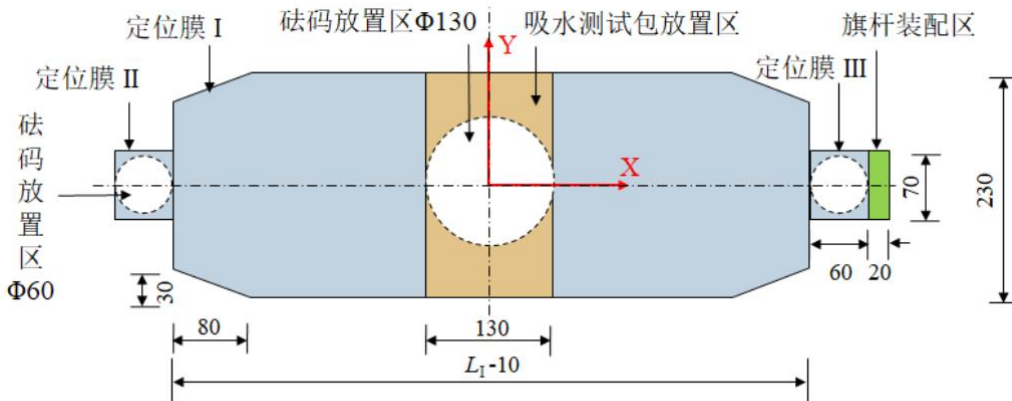

图 13 定位膜及旗杆装配底座区域（单位：mm）
定位膜及旗杆安装底座区域如图 13 所示，定位膜为 0.5mm 厚的塑料膜。船舱平面定位膜 I 正中标记直径 130mm 的圆形（关于 X、Y 轴对称），用于二级载重 M_2 的定位；定位膜 I 中间 230mm×130mm 的矩形区域为吸水测试包放置区域。座位平面定位膜 II 和 III 正中标记直径 60mm 的圆形，用于一级载重 M_1 的定位。在船尾座位平面定位膜 III 的一侧留有长宽为 70mm×20mm 的旗杆装配区域，用于设置旗杆安装底座（自行设计）。
一级加载，参赛队首先在船体一端的座位平面放置定位膜 II，并在其圆形区域放置载重 M_1 （图 13），完成后选手示意，开始 10 秒倒计时。若 10 秒内，不出现 12.2 条所列加载失效情况，判定加载成功；否则，一级加载成绩为零分，不再进行后续测试。
和载重 M_1 (图 13)。其次, 在船舱定位膜 I 的圆形区域内放置载重 M_2 (图 13), 完成后举手示意, 开始 10 秒倒计时。若 10 秒内, 不出现 12.2 条所列加载失效情况, 判定二级加载成功; 否则, 二级加载成绩为零分, 不再进行后续测试。
(1) 二级加载成功后, 保持一级、二级加载所有载重, 示意工作人员进入三级加载。参赛队将船移至 III 级赛道停泊区, 布置 n 个坛状砝码 (须与申报数量一致), 且可调整载重 M_2 在船舱平面的位置以及载重 M_1 在座位平面的位置。同时, 在船舱定位膜 I 中间 $230\text{mm}\times 130\text{mm}$ 的矩形区域内 (图 13) 放置 1 个吸水测试包, 并将牵引绳上的金属挂钩挂扣于船体两端的绳套。
(2) 三级载重布置完成后, 参赛队员开启造浪器, 举手示意并按下开始按钮, 警示灯亮起 (同步鸣声), 三级加载开始。一名参赛队员在水池一端牵引船头, 使船体向前航行, 一名参赛队员在计时器位置确认计时, 船体航行过程中, 另一名参赛队员可自行选择是否牵引船尾, 但严格禁止触碰模型, 一旦有任何一名队员触碰模型, 则本级加载失败, 经 1 号和 2 号计时器时, 记录时间 t_1 和 t_2 ; 当船行至水池另一端后 (以记录 t_2 且旗杆过 2 号计时器为准), 另一名参赛队员在航行出发端牵引船尾, 使船体返程航行, 一名参赛队员在计时器位置确认计时, 船体航行过程中, 另一名参赛队员可自行选择是否牵引船头, 但严格禁止触碰模型, 一旦有任何一名队员触碰模型, 则本级加载失败, 再经过 1 号计时器, 并记录时间 t_3 。记录 t_3 同时触发 15 秒倒计时, 船体在惯性力作用下, 船尾冲击撞击板减速停航。倒计时 15 秒结束, 即三级加载结束 (4 分钟总加载时间结束), 关闭造浪器, 卸去船体载重, 取出吸水测试包至指定位置称重, 并快速离场。
(3) 三级加载开始 (警示灯亮起) 至 15 秒倒计时结束, 若不出现 12.2 条所列加载失效情况, 计时有效, 加载成功。三级加载计时系统采取串联设置, 即依次记录 t_1 、 t_2 、 t_3 三个时间数据, 缺失任一时间数据或旗杆未过 2 号计时器, 则判定整体航行未完成, 三级加载计零分。航行期间, 一旦发现时间数据缺失或旗杆未过 2 号计时器, 可返程弥补。